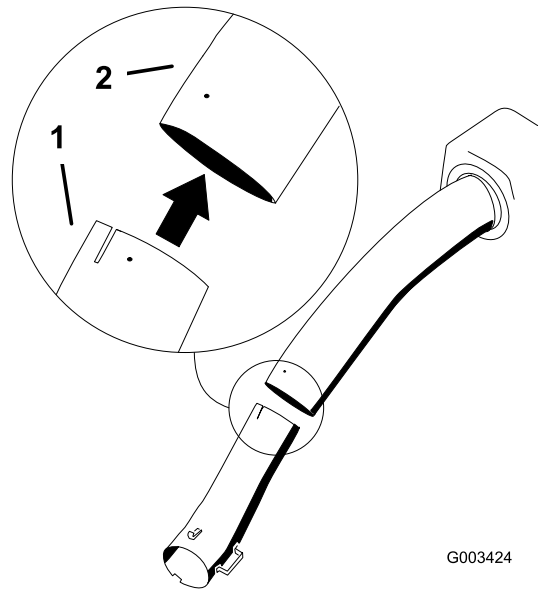

Figure 41
7. Insérez le tube inférieur dans le tube supérieur (Figure 41).